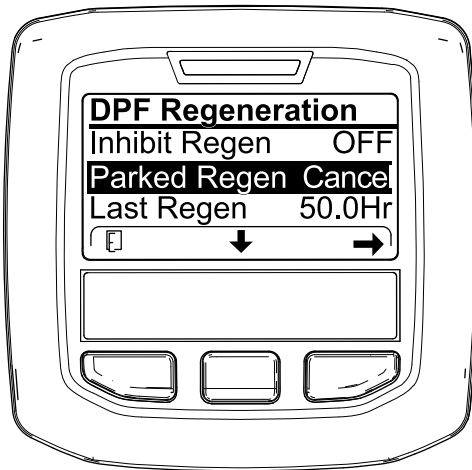
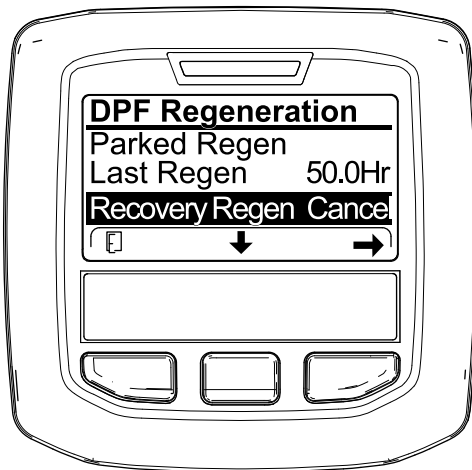

Figura 62
Figura 63
1. Acesse ao menu Regeneração do filtro de partículas de gásóleo (Figura 62).
2. Prima o botão central para ir até à opção CANCELAR REGENERAÇÃO EM ESTACIONAMENTO (Figura 62) ou CANCELAR REGENERAÇÃO DE RECUPERAÇÃO (Figura 63).
3. Pressione o botão direito para selecionar a entrada Cancelar regeneração (Figura 62 ou Figura 63).